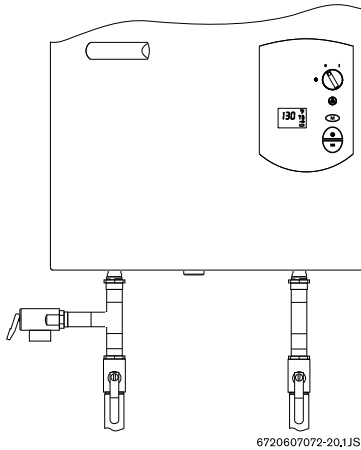

Fig. 26 Raccords de plomberie et soupape de sûreté
Si les raccordements d'eau chaude et d'eau froide sont inversés, le chauffe-eau ne fonctionnera pas. Assurez-vous qu'il n'y pas de particules en suspension ni de saleté dans la tuyauterie. Soufflez dans les conduites d'eau ou rincez-les avant de les brancher au chauffe-eau. Des valves à bille devraient être installées sur la conduite d'admission d'eau froide et la conduite de sortie d'eau chaude afin de faciliter l'entretien et la réparation du chauffe-eau (voir la Fig. 26). Si vous branchez l'appareil à un système privé de puits muni d'un réservoir sous pression, on recommande que la pression se situe entre 207 kPa et 345 kPa (30 et 50 lb/po²).
être facilement accessible aux fins de réparation ou de remplacement et se trouver aussi près que possible du chauffe-eau. Voir la Fig. 26. Pour installer la soupape de sûreté, on peut y souder un raccord approprié branché à une rallonge sur un raccord en "T" de la conduite d'eau chaude. Il faut soutenir toute la tuyauterie.
REMARQUE: Lors de l'installation initiale ou après l'exécution de travaux sur les conduites de gaz, la présence d'air dans la conduite d'alimentation du gaz peut retarder quelque peu l'allumage lorsque le robinet d'eau chaude est ouvert. Cela entraînera l'affichage d'un code d'erreur **(EA)** dans la fenêtre d'affichage. C'est tout à fait normal. Lorsque cela se produit, laissez couler l'eau chaude et attendez de 3 à 5 secondes, puis réinitialisez l'appareil (fig. 26, pos. 2). Attendez que le message d'erreur **(EA)** disparaisse. Le chauffe-eau essaiera de procéder de nouveau à l'allumage. Si le code d'erreur **(EA)** réapparaît, répétez le même processus jusqu'à ce que tout l'air ait été évacué.